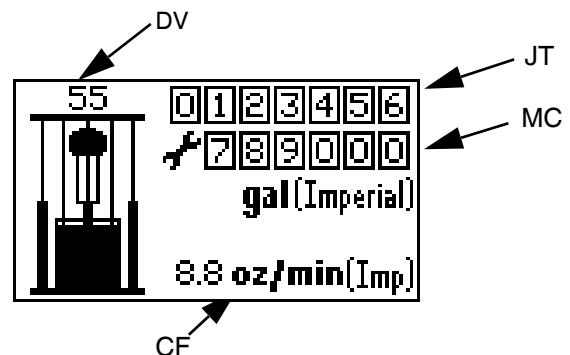

FIG. 19: Schermata della modalità di esecuzione
3. La schermata iniziale (FIG. 18) lampeggia mentre la barra di avanzamento si riempie da sinistra a destra. Quindi, passerà direttamente alla modalità di esecuzione (FIG. 19).
Vedere FIG. 16 e FIG. 19.
2. In modalità di adescamento, il contatore di lavoro totale (JT) è vuoto e non conteggia. Tuttavia, il contatore di manutenzione (MC) continuerà a scendere.
3. Quando viene installato un fusto nuovo, tenere premuto , in modalità di adescamento, per reimpostare il volume rimanente del fusto (DV) sul volume del fusto pieno (DF).
4. Per uscire dalla modalità di adescamento, premere . Il simbolo di adescamento scompare e il LED smette di lampeggiare; la schermata torna quindi in modalità di esecuzione (FIG. 19).
Se non viene premuto un tasto entro un minuto dall'accesso alla schermata di impostazione, il sistema torna alla modalità di esecuzione (FIG. 19).
- a. Premere e rilasciare  per accedere alla modalità diagnostica dalla modalità di esecuzione (FIG. 19).